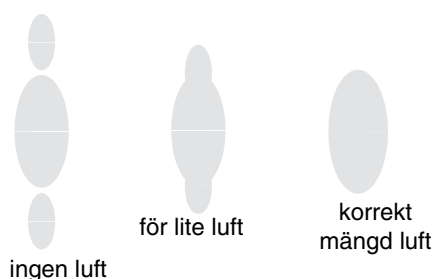

FIG. 8. Problem med sprutmönster
- Se FIG. 8. Ställ in sönderdelningslufttrycket till ca 35 kPa (0,35 bar; 5 psi) vid avtryckning. Kontrollera sprutmönstret, öka sedan lufttrycket långsamt tills svansarna är helt sönderdelade och indragna i sprutmönstret. Överskrid inte lufttrycket 0,7 MPa (7 bar, 100 psi) till pistolen.